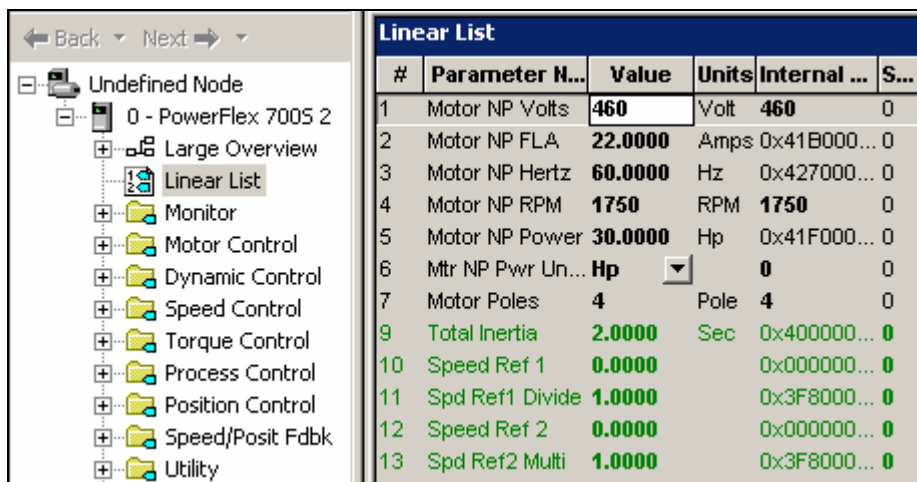

图 6-6 变频器的参数列表
(4) 连接上变频器后 , 变频器参数线性列表显示如图 6-6 所示。